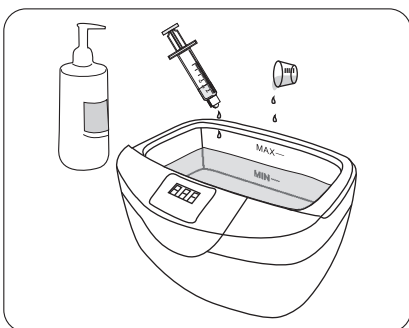

Fig. 11
- 4▶ Coloque a quantidade correta de detergente enzimático na cuba de inox ou béquer de acordo com as recomendações do fabricante. Para sua economia e comodidade, utilize um copo medidor ou uma seringa sem agulha para medir o volume e que a mesma seja utilizada somente para este fim (Fig. 11). Não use soluções/produtos desincrustantes, pois possuem uma alta concentração ácida, isso pode danificar a cuba, sua vedação e os instrumentos.